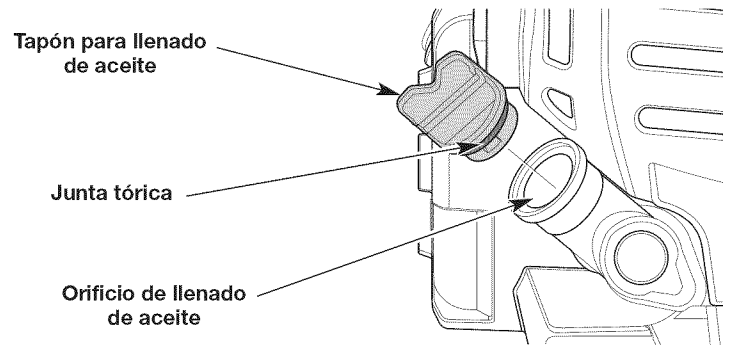

Fig. 7
- Desenrosque el tapón de llenado de aceite (Fig. 7).
- Vierta todo el contenido de la botella dentro del orificio de llenado de aceite (Fig. 7). **NO** llene el depósito en exceso. Consulte *Control del nivel de aceite*.
NOTA: Compruebe que la junta tórica esté en su lugar en el tapón de llenado de aceite (Fig. 7).